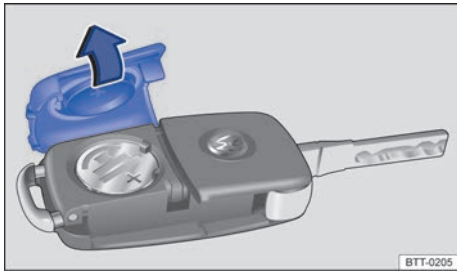

Fig. 25 Llave con comando remoto: abrir la cubierta del alojamiento de la batería.
La batería se encuentra en el lado posterior de la llave con comando remoto, bajo una cubierta ⇒ fig. 25.
- Retirar la cubierta en el lado posterior de la llave ⇒ fig. 25 en el sentido de la flecha ⇒ .
- Posicionar la cubierta según lo indicado ⇒ fig. 25 y presionar en el sentido contrario al de la flecha sobre la carcasa de la llave del vehículo hasta encajarla.